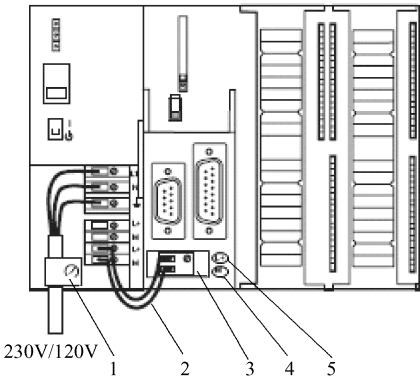
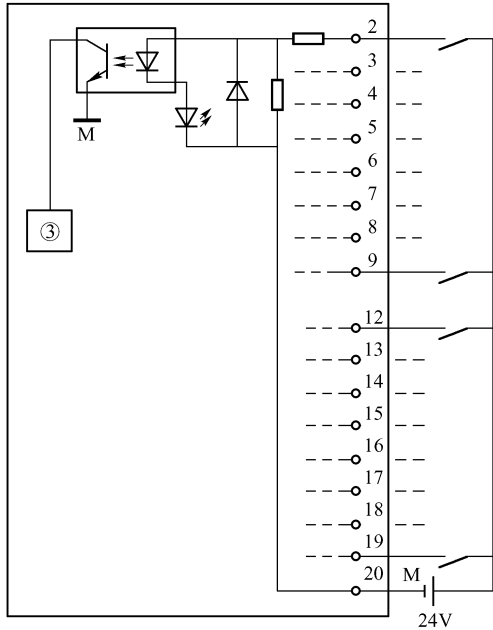

图 2-10 电源模块和 CPU 接线
图 2-19 直流数字量输入模块接线图（PNP）
电源模块和 CPU 接线比较简单，S7 - 300 系列的接线都相同。先打开 PS 307 电源模块、CPU 前面板和 PS 307 上的电缆夹。再将电源电缆连接到 L1、N 和 PS 307 的保护接地 (PE) 端。最后将 PS 307 上的较低端子 M 和 L+ 连接到 CPU 上的 M 和 L+ 端子。电源模块和 CPU 接线如图 2-10 所示。
直流数字量输入模块多为 PNP 输入，只有个别型号为 NPN 输入，如图 2-19 所示的 SM321 模块是 16 点直流 PNP 输入模块，读者在判断是否为 PNP 型时，只要判断输入有效信号是否是高电平即可。很明显在图 2-10 中，当开关闭合时，输入的是高电平，因此是 PNP 输入。输入开关的一端与模块的端子相连，而另一端则与同一个电源的 24 V 相连。